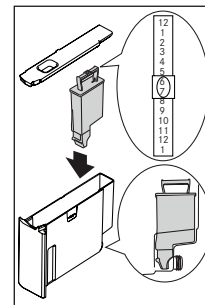

Abb. 37
- ▶ Verschieben Sie Zeiger des Datumsanzeigers (siehe Abb. 37), bis die Nutzungsmonate angezeigt werden (der Filter hält etwa 2 Monate).
- ▶ Setzen Sie den Filter in den Wassertank ein und drücken Sie, bis er den Boden des Tanks berührt (siehe Abb. 37).